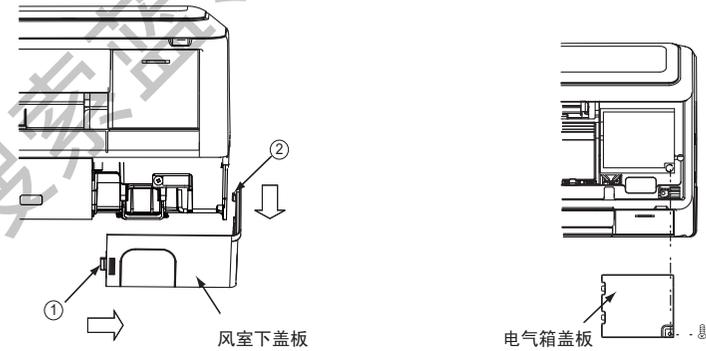

图14
(1) 接线盖板拆去顺序
- 用手将面框右下角风室下盖板①、②处的钩子沿箭头方向拉，将风室下盖板取下。(如图14)
(2) 电线连接顺序
- 打开面板，拧开面板右侧电气箱盖板螺钉，将其取下。(如图14)